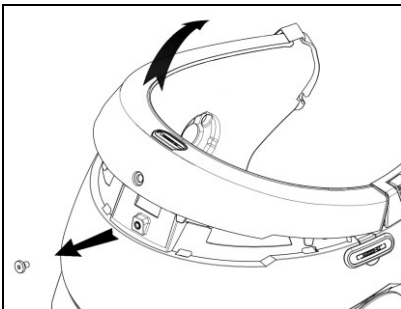

Abb. 4
- Entfernen Sie die Schraube des Kantenschutzes am Helmrand, indem Sie den eigens dafür bestimmten Schlüssel verwenden (Abb. 4).
- Entfernen Sie den Kantenschutz am Helmrand, wie auf Abb. 4 dargestellt, vollständig und entfernen Sie ebenfalls die Komfortpolsterung.